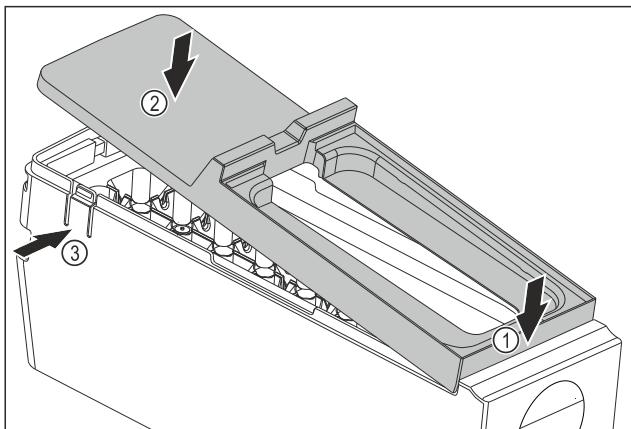

Fig. 77
- Монтаж на капака на корпуса на EasyTwist-Ice: Поставете капака отпред. Fig. 77 (1)
- Спуснете капака отзад. Fig. 77 (2)
- Капакът се фиксира с щракване в двете езичета Fig. 77 (3).